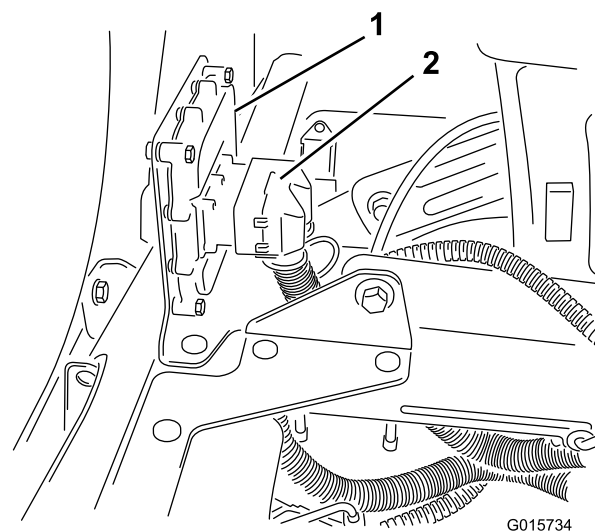

Figura 16
1. Collegate il terminale al cablaggio cavi sul controller elettronico e fissatelo con una chiave a brugola (Figura 16).